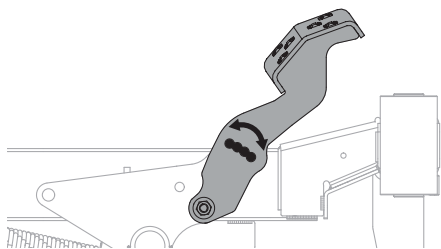

Figura 37
3. Coloque el pedal en la posición óptima según la preferencia del operador (Figura 37).